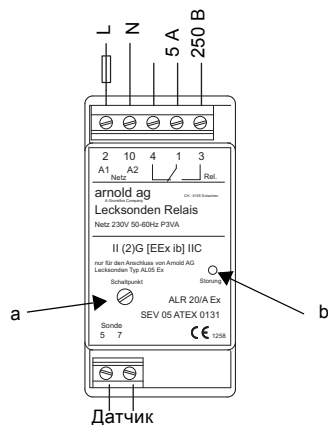

Рис. 10 Реле ALR-20/A-Ex
1. Вращайте регулировочный винт (а) до тех пор, пока горит индикатор (b) реле. См. рис. 10;